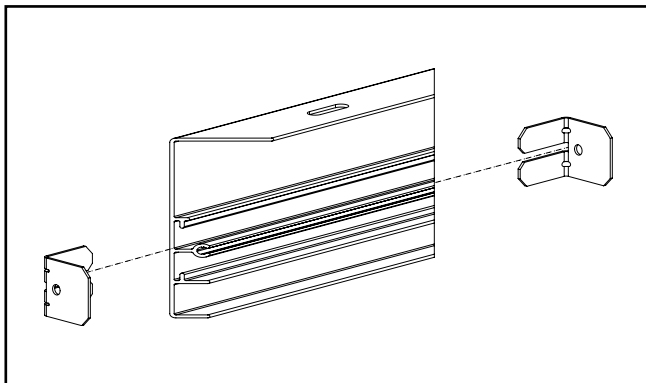

Figure 1.
- A1. Insérez 1 support en L dans la fente située de chaque côté des deux rails courts comme l'illustre la figure 1.